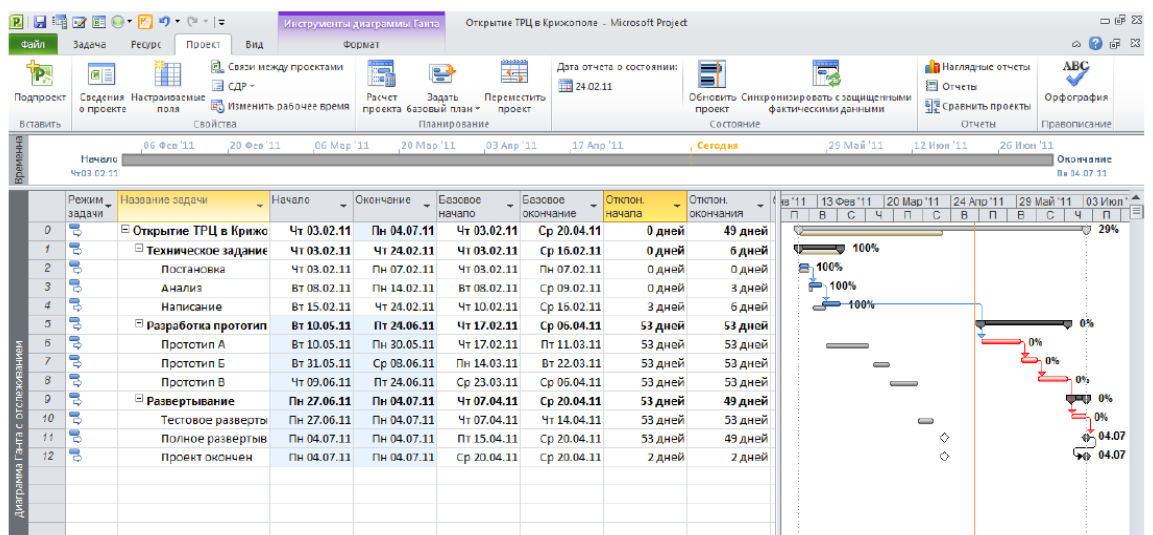

Рис. 10.3. Диаграмма Ганта із відстеженням з відхиленнями по початку і закінченню
*Відхилення по початку і закінченню* можна побачити у поданні **Діаграма Ганта із відстеженням** з таблицею **Відхилення** (вкладка Вигляд > Таблиці > Відхилення, рис. 10.3).